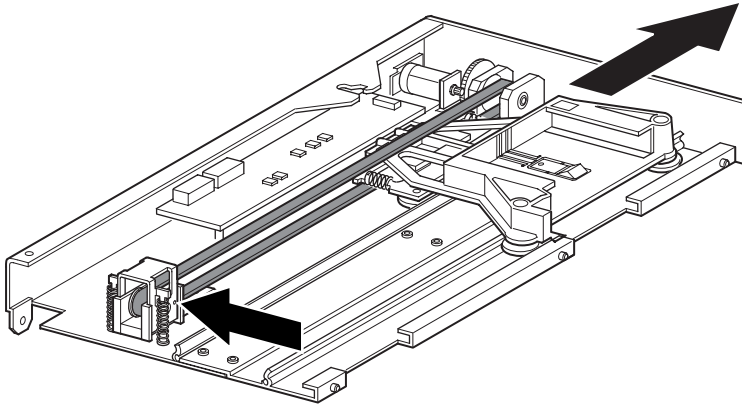

Figura 2–14: Ubicación del móvil elevador de medios
4. Dé la vuelta al PTM para acceder a la ranura de acceso del soporte del bloqueo de la correa (consulte la Figura 2–15).